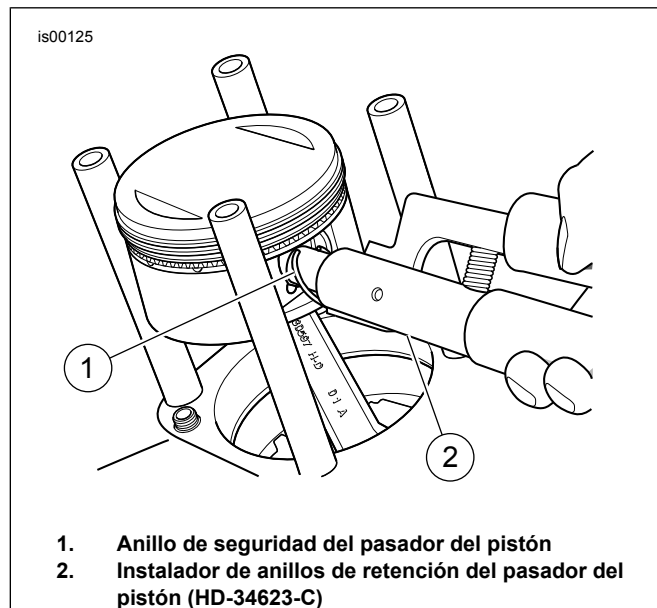

Figura 3. Arandela de ajuste de asientos
1. Vea la figura 3. Inserte la arandela de ajuste (1) en el instalador del anillo de retención del pasador de pistón (arandela de ajuste) (2).